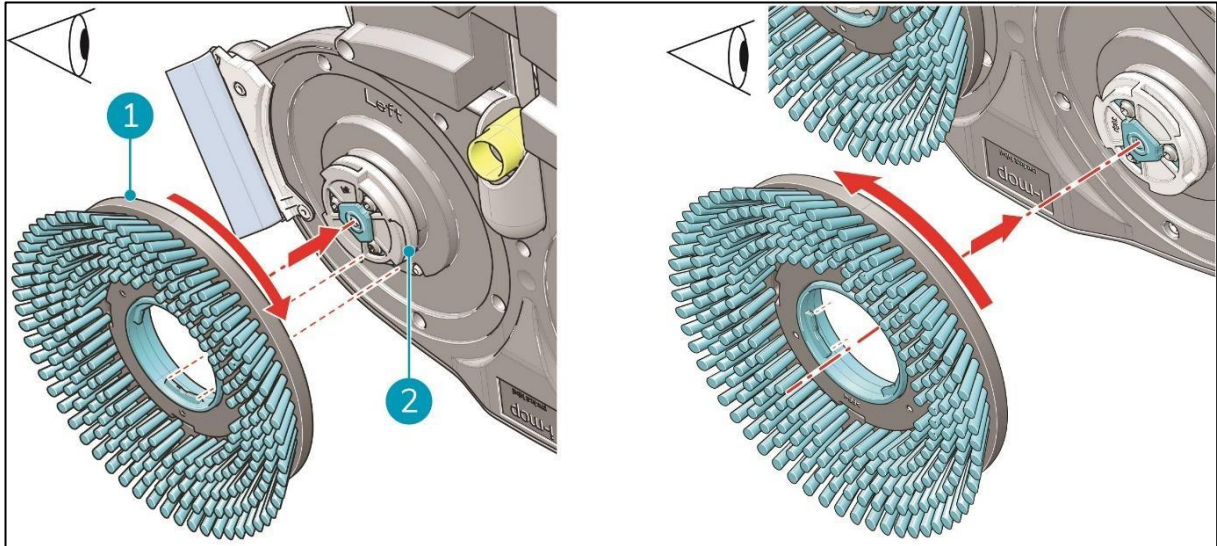

Abbildung 8
3. Richten Sie die linke Bürste (Abbildung 8, Pos. 1) auf die linke Motorscheibe (Abbildung 8, Pos. 2) aus. Richten Sie die Verriegelungen und Aussparungen in der Bürste und der Motorscheibe aus.